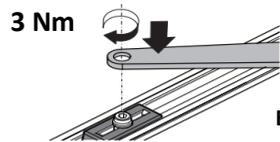

Bild 9
- Hebel mit der im Gleiter integrierten Gewindeschraube am Gleiter befestigen (sh. Bild 9)